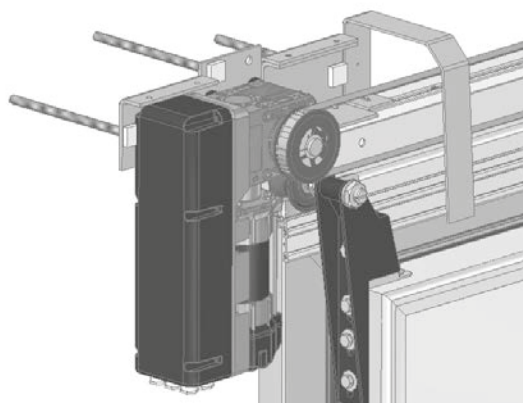

Fig. 9
- Fissare il supporto motore con n.3 tiranti M12 (Fig. 9).